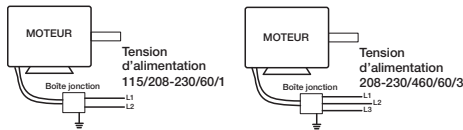

Figure 7 — Schéma de câblage typique
- a. Câbler le moteur pour la tension souhaitée conformément au schéma de câblage figurant sur le moteur ou au schéma de câblage à la Figure 7.